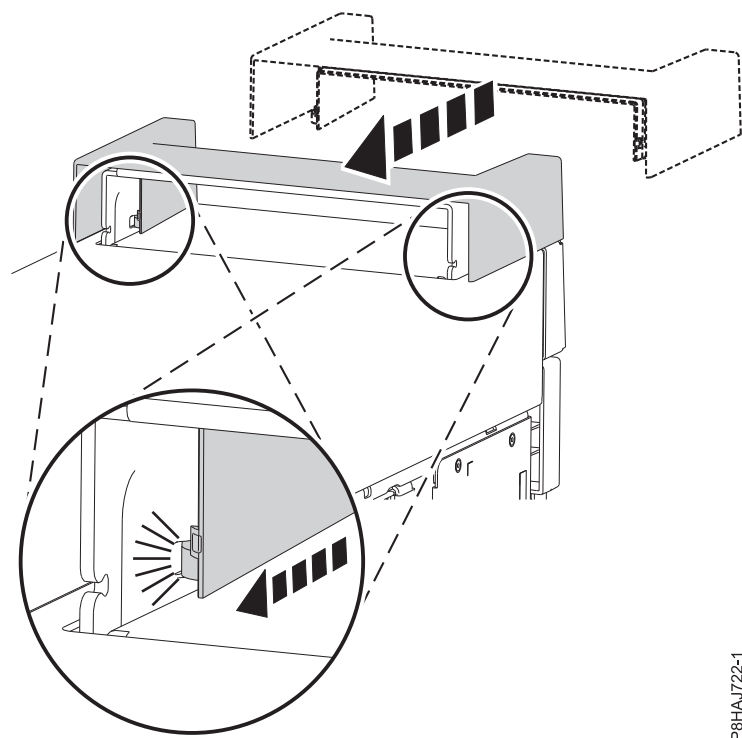

Figura 18. Fixació de la tapa de nansa en un sistema autònom 8286-41A
1. Colleu la tapa de nansa a l'estació d'acoblament RDX interna (FC EUA3) fent-la lliscar cap a la part posterior del sistema. Consulteu Figura 18.